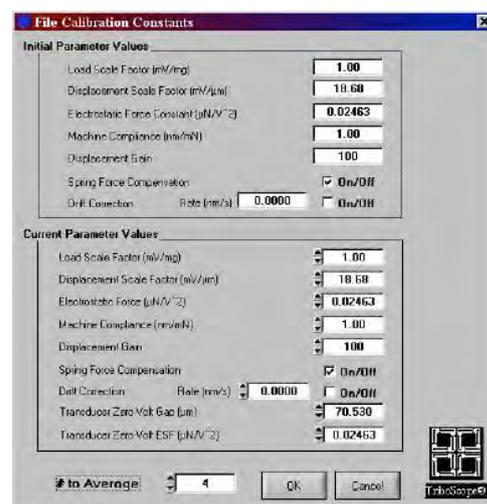

図 23
- 図 23 のウィンドウが表示される。# to Average を 4 または 5 にし、データ数を平均化する。